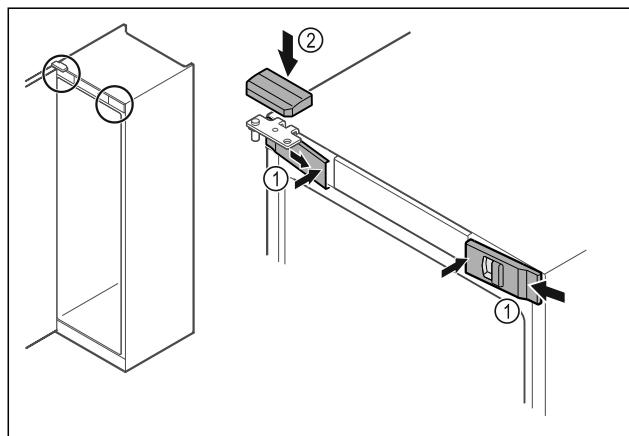

Fig. 33
- Enganchar las cubiertas delanteras *Fig. 33 (1)* lateralmente y encajar el interior.
- Encesar la cubierta superior *Fig. 33 (2)* desde arriba.